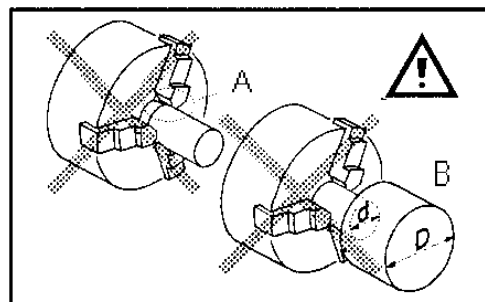

Abb. 10-4: Schlechte Aufspannung
Zu kurzen Klemmkontakt (A, Abb. 10-4) oder Einspannen schmaler Umfangsbereiche vermeiden (B). Das Werkstück mit der Stirnfläche korrekt aufspannen, damit eine bessere Abstützung sichergestellt ist.